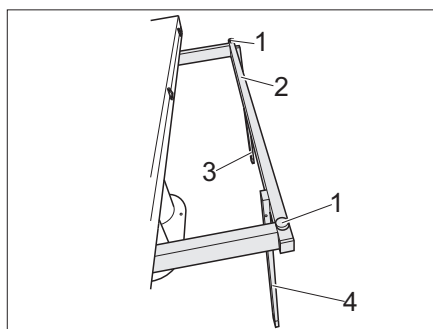

Fig. 114 Collocare i supporti in posizione verticale
- Estrarre la sottostruttura del tavolo (Fig. 114,2).
- Collocare i supporti (Fig. 114,3 e 4) in posizione verticale.
- Regolare il piano del tavolo all'altezza desiderata utilizzando le due viti di regolazione (Fig. 114,1).